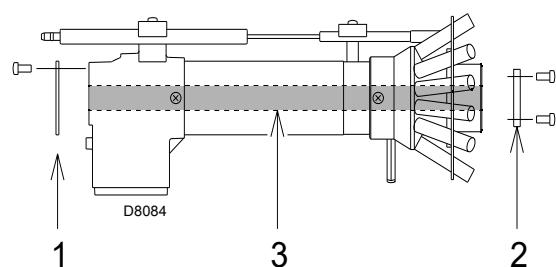

图 19
- 拆下内管3)(图19),安装随系统提供的分配盘1)-2)。